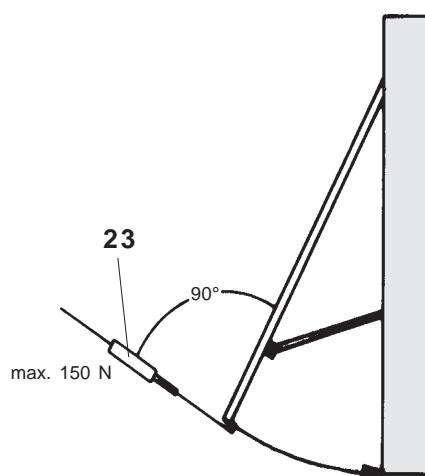

Fig. 10
- Fermer la porte en actionnant le dispositif d'impulsion; pendant le processus de fermeture, arrêter la porte à la main. Lorsqu'une force de max. 150 N est appliquée, l'entraînement doit rouvrir. Disposition schématique pour mesurer cette force moyennant un peson à ressort (23) selon Fig. 10.